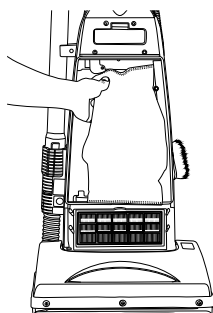

Fig. 3
1. Desenchufe la aspiradora. Retire la tapa del compartimento para bolsas y saque la bolsa usada del soporte de la bolsa (Fig. 3).